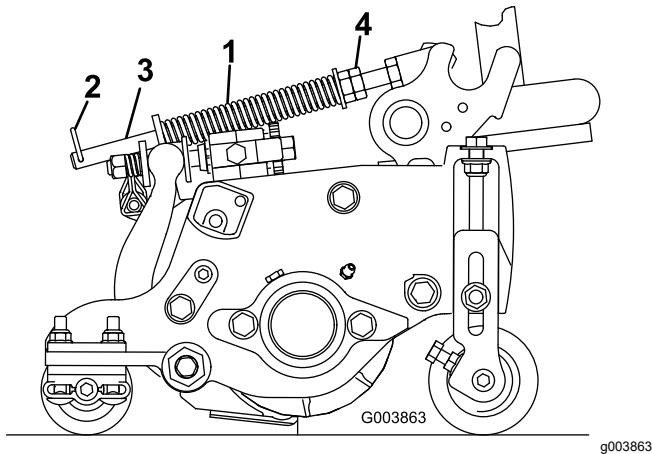

Figura 21
El muelle de compensación del césped (Figura 21) transfiere el peso del rodillo delantero al trasero. Esto ayuda a reducir el patrón de ondulación en el césped.
1. Asegúrese de que el pasador de horquilla está instalado en el taladro del extremo de la varilla del muelle (Figura 21).
2. Apriete las tuercas hexagonales del extremo delantero de la varilla del muelle hasta que la longitud comprimida del muelle sea de 15,9 cm; consulte Figura 21.